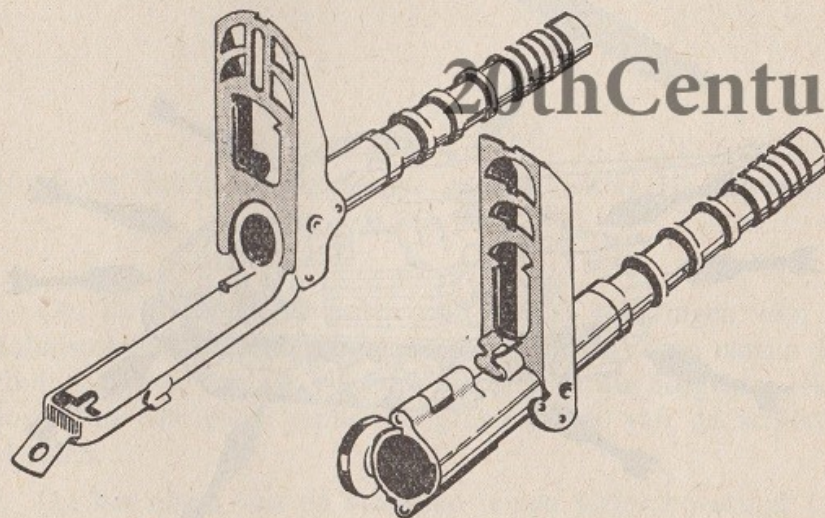

Fig. 7
a. Het geweer Garand van .30-inch, M 1 en het geweer Lee Enfield van .303-inch, hebben elk een voor dat geweer passende schiettap (fig. 7).